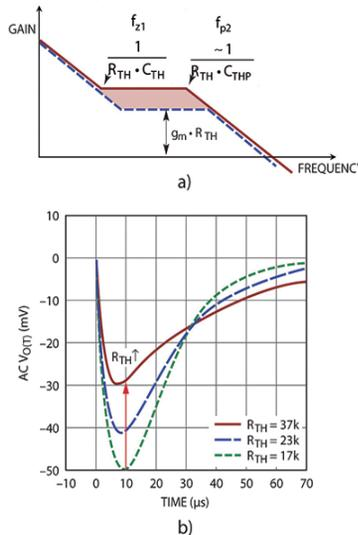

Figura 29. Efectos de RTH sobre la función de transferencia y los transitorios de la carga.
2) Efectos de R_{TH} sobre un transitorio por variación de carga. La Figura 29 indica que R_{TH} afecta a la situación del cero f_{z1} y el polo f_{p2} . Lo que es más importante, una mayor R_{TH} aumenta